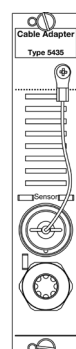

図 15: ケーブルアダプタプレート 5435x,
- ・ Fischer9ピンコネクタ付きのフロントパネル5435 (ケーブルアダプタ) はLCDモジュールの左側に設置してください(図15参照)。